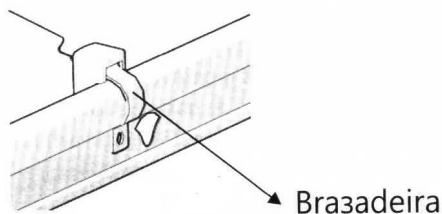

figura 7
10. Instalação haste fixa: torça as braçadeiras, segure as hastes e abra as braçadeiras, insira as varas de tamanho fixo e use o parafuso com uma tampa de borracha para fixá-las nos suportes. Veja a figura 7.